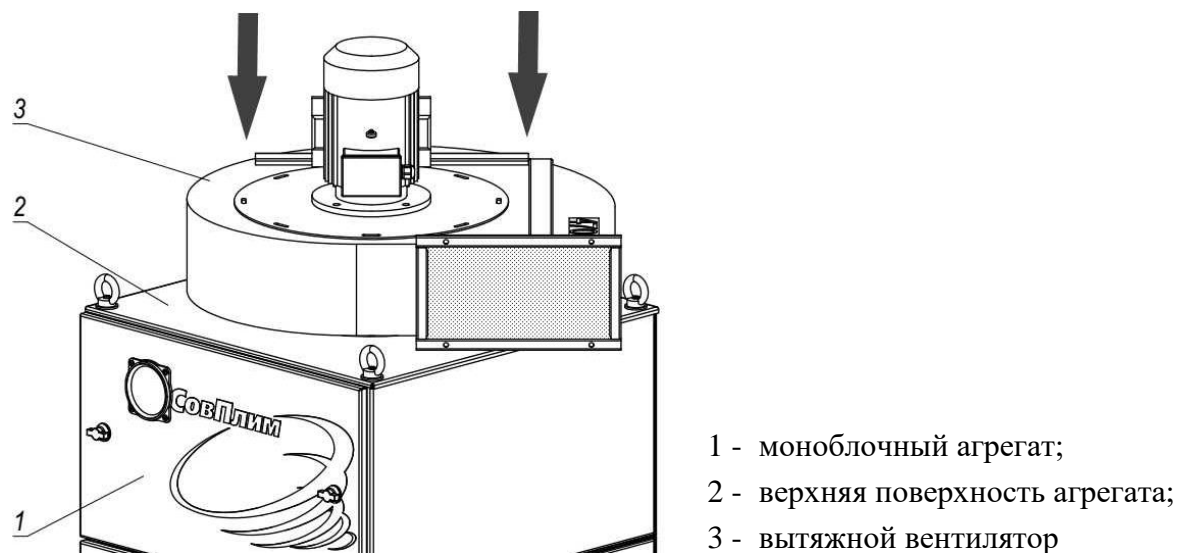

Рисунок 5
6) установить вытяжной вентилятор сверху агрегата на переходнике Ø250 FF-FAN-B, предварительно проложив прокладку резиновую Ø250, закрепить при помощи болтов М6х30 (рисунок 5). Ориентировать выходное отверстие вентилятора в соответствии с расположением вентиляционной сети;